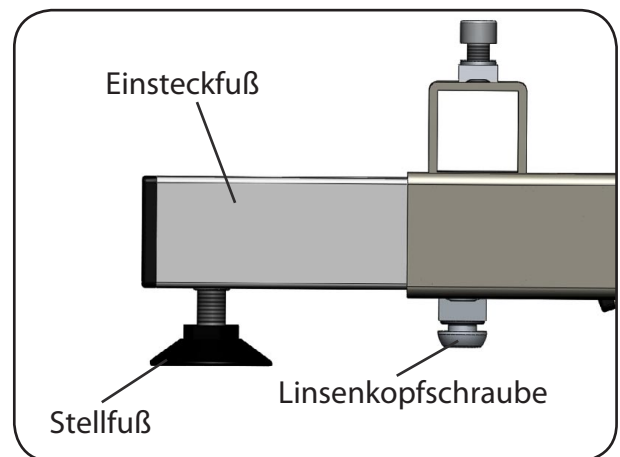

Abb. 6.7.03 - B4c mit Einsteckfüßen
8. Stecken Sie die Einsteckfüße in die vier Öffnungen des Unterrahmens (Abbildung 6.7.03).
10. Schrauben Sie nun die mitgelieferten Linsenkopfschrauben M10 x 55 ein und ziehen Sie diese mit dem Inbusschlüssel an (Abbildung 6.7.03).